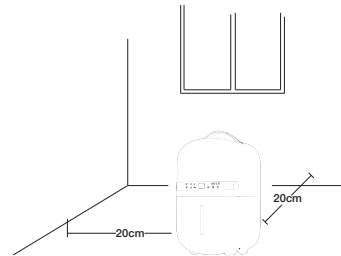

Abb. 1
1. Stellen Sie den Lufttrockner auf einer ebenen, stabilen und glatten Oberfläche auf. Lassen Sie von allen Seiten mindestens 20 cm Abstand, damit die Luft ungestört umlaufen kann (Abb. 1).